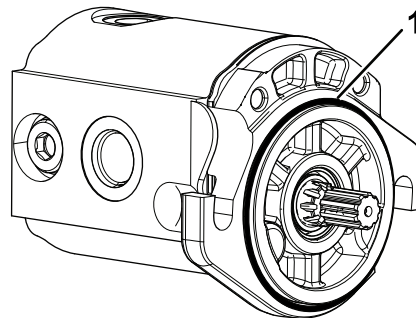

Figure 5
- Placez le joint torique sur le moteur de cylindre (Figure 5).